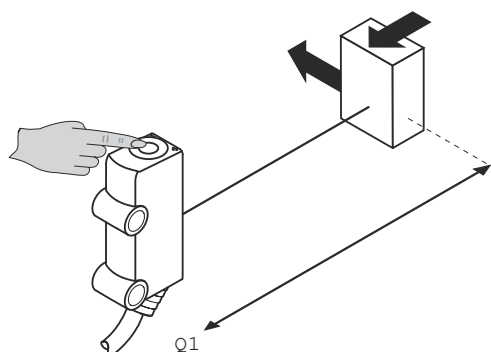

図 6: 検出距離の設定
- 対象物を任意の間隔で機器の光軸内に配置します (最小および最大検出距離に注意: 参照 図 6, ページ 97)。